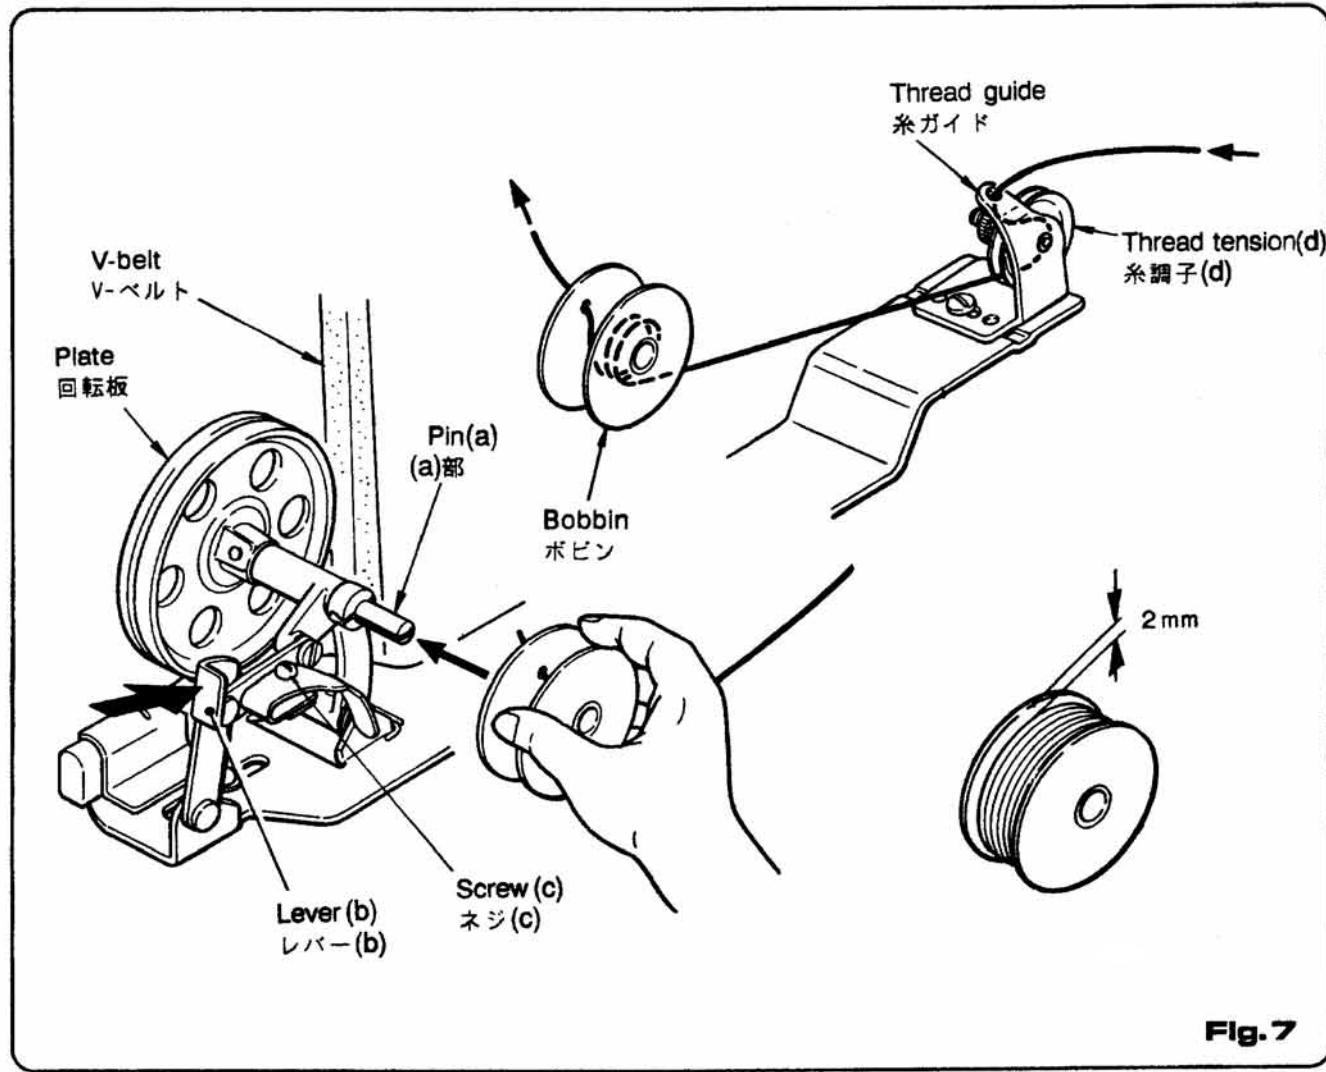

Fig. 7
- (1) To wind thread on a bobbin, install a bobbin on pin (a) of the thread winder (Figure 7), turn lever (b) down, press rotary plate against V-belt and run the machine. It is a good idea to wind thread 3 to 4 turns on the bobbin by hand before installing the bobbin on the winder.
- (2) Thread winding diameter should be 2 times smaller than outer diameter of bobbin.
- (3) Thread winding diameter adjustment can be made by loosening screw (c). Turn screw clockwise to make thread winding diameter large, counterclockwise make small.
- (4) Thread winding can be stopped automatically by lever after winding is finished.
- (5) Increase spring pressure of thread tension (d) in case of onesided thread winding.
- (1) Fig 7で示す通りボビンに糸を巻く場合は、糸巻きの(a)部にボビンを取りつけ、レバー(b)を倒してVベルトに押しつけミシンを運転してボビンに巻きます。この時、糸をボビンに3・4回手でまいてから、ボビンを糸巻きに取りつけて下さい。
- (2) 糸巻き径はボビンの外径より2倍位小さく巻いて下さい。
- (3) 糸巻き径の調整は、ネジ(c)にて調整して下さい。ネジを右に廻すと糸巻き径は大きくなり、逆に左に廻すと糸巻き径は小さくなります。
- (4) 糸巻きは、巻き終りましたら、自動的にレバーがおきて停止します。
- (5) 糸巻きしている時、糸巻きがかたよる場合は、糸調子(d)のスプリング圧を強くして下さい。